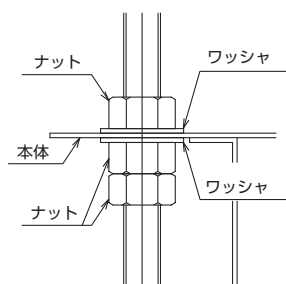

図2-1 本体吊り下げ詳細
- また、本体が水平になるように調整してください。(図2-1参照)